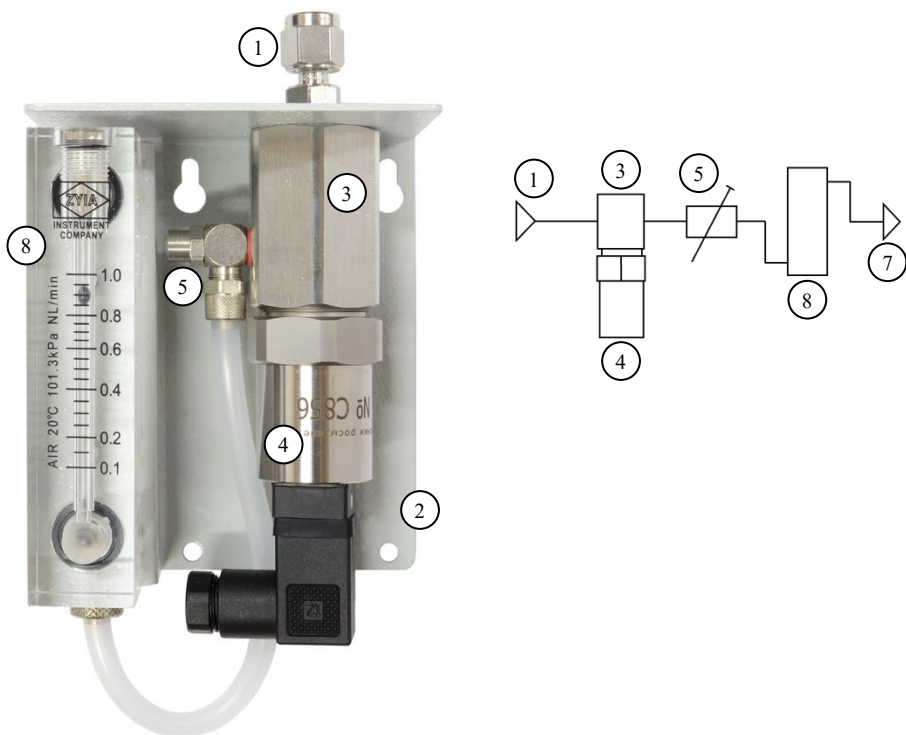

Рис.3. Пробоотборное устройство **ПДВ-3-Р-А**
2.6. Проточная камера пробоотборного устройства **ПДВ-3** имеет **на выходе** регулируемый дроссель для установки расхода газа, рассчитанный на давление не более 1 МПа. Регулировка осуществляется плоской отверткой. Преобразователь влажности находится **при входном давлении**. ПДВ-3-Р (рис.3) включает ротаметр.